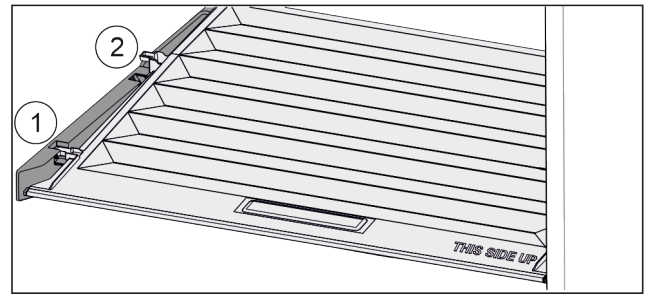

Fig. 134
- ▶ Deksel tot de opening in de vasthouddelen naar voren trekken Fig. 134 (1).
- ▶ Aan de achterkant vanaf de onderkant omhoog tillen en vanaf de bovenkant verwijderen Fig. 134 (2).